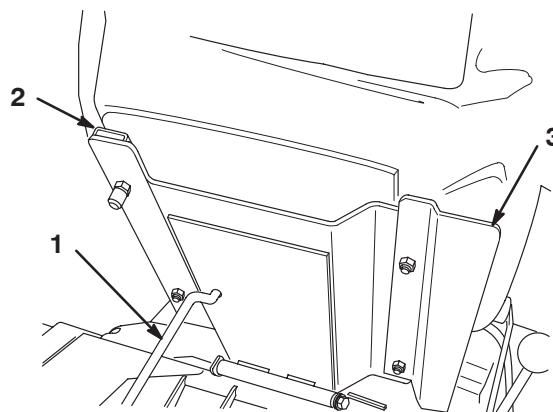

Figura 6
3. Fije el asiento, la placa del asiento y los raíles del asiento al soporte del asiento con las contratuerca (5/16 pulg.) (Fig. 6) suministradas con las piezas sueltas. Monte la placa del asiento en el lado derecho, colocada de la forma que se muestra en la Figura 6.